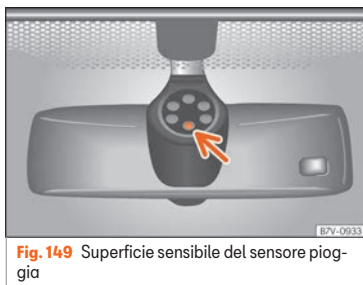

Fig. 149 Superficie sensibile del sensore pioggia
Di seguito sono riportate alcune delle possibili cause di anomalia e di interpretazione scorretta nella zona della superficie sensibile » **fig. 149** del sensore pioggia:
- Pulire regolarmente la superficie sensibile del sensore pioggia e verificare la presenza di eventuali danni sulle spazzole » **fig. 149** (freccia).